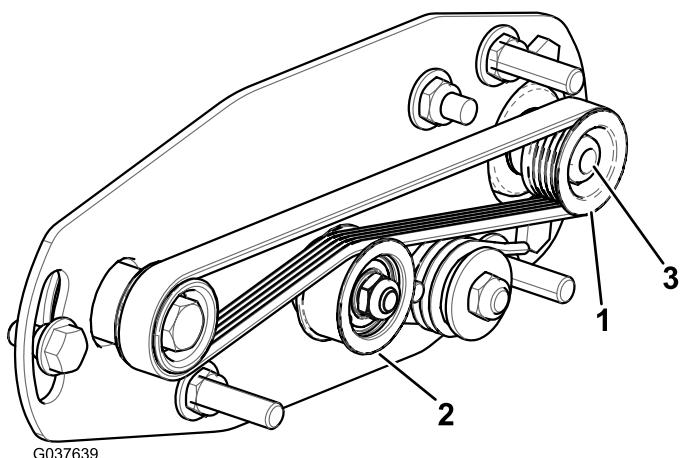

Figura 26
1. La polea arrastrada (en el eje del cepillo del rodillo) puede desplazarse hacia dentro y hacia fuera (Figura 26).
2. Mientras gira del molinete, que hará girar a su vez la polea motriz, haga palanca para retirar la correa de la polea motriz (Figura 26).
3. Retire la contratuerca que sujeta la polea arrastrada al eje del cepillo (Figura 26 o Figura 27).